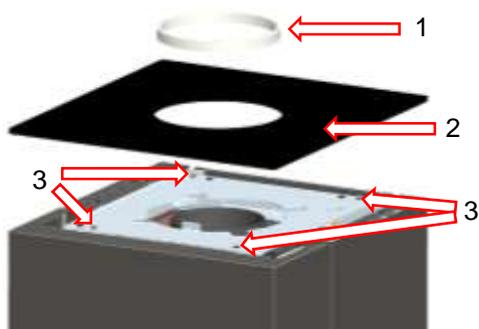

Fig. 12 : retrait de la plaque de verre décorative
4. Replacer en haut la plaque de verre décorative et l'anneau rayonnant (voir Fig. 12).